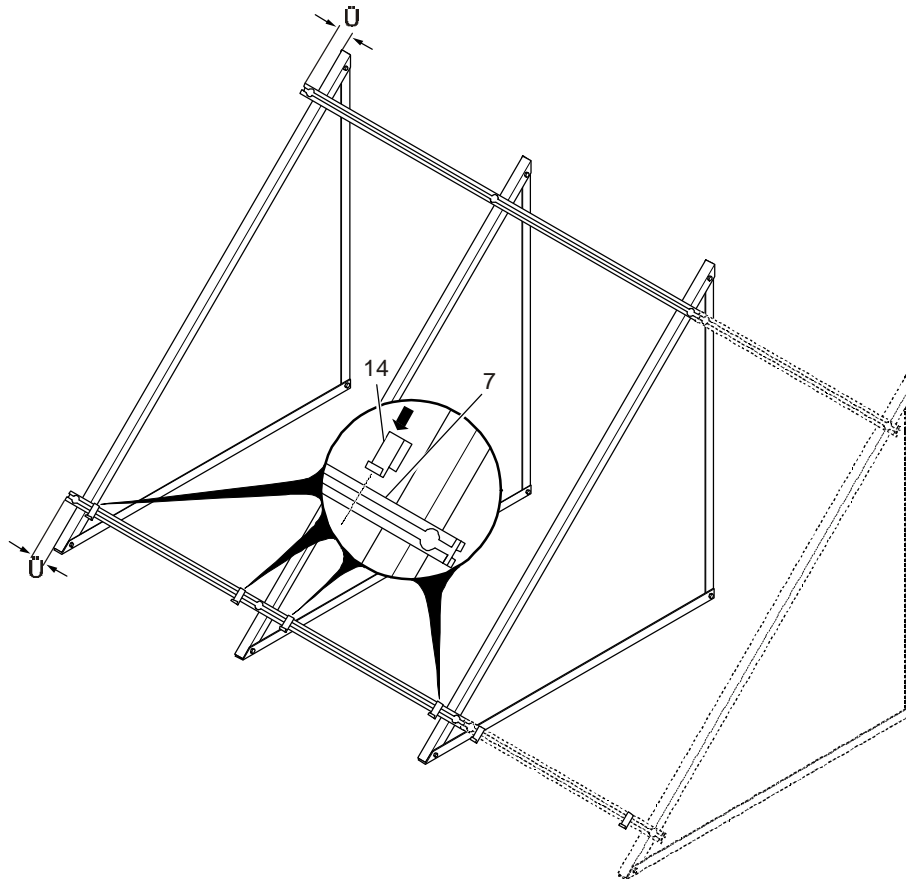

Bild 6
- Wie in Bild 6 beschrieben, die Schraubenköpfe in die Schiene einführen und die vormontierten Halteplatten (9/10) über den unteren Rand des Kollektors schieben. Die Mutter der kurzen